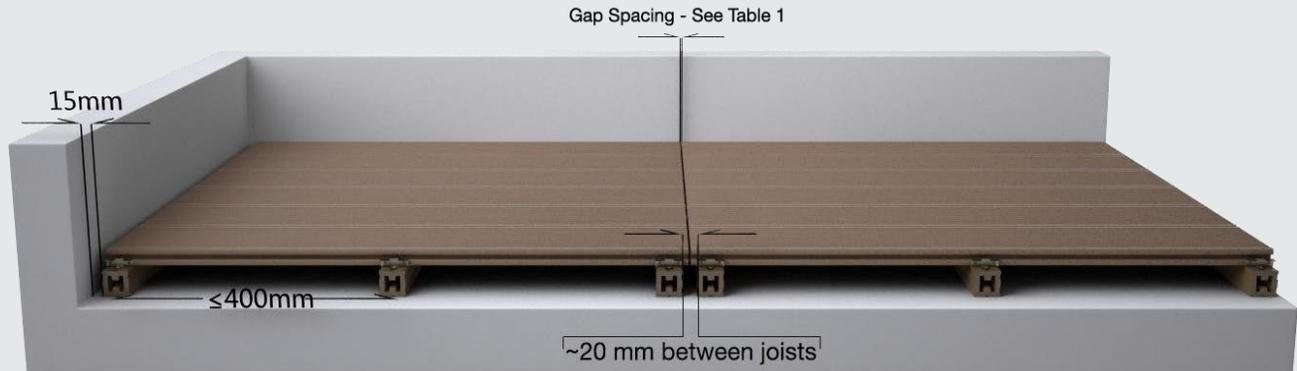

Figura 12
**Nota:** Lo spazio dovrà essere mantenuto anche nel caso si utilizzino i tappi di chiusura. Figura 12
Sul bordo di ogni doga, **utilizzare un profilo ed un gancio. Figura 12.** Non bisogna mai utilizzare un singolo profilo ed un singolo gancio per unire due doghe nella loro parte finale (in caso di normale contrazione le doghe potrebbero uscire dalle clip).
Tutte le estremità delle doghe dovranno essere fissate con il sistema gancio/profilo, senza eccezioni. Non bisogna dimenticare nessuna estremità ed in nessun caso la linea finale della doga dovrà superare il profilo di supporto di oltre 10 mm (lo spazio tra i profili di supporto dovrà essere di circa 20 mm), figura 12.